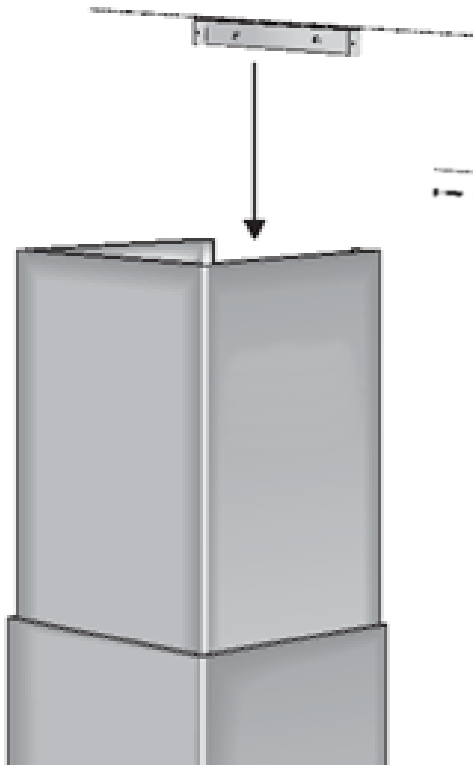

Abb. 8
- Schieben Sie den oberen Teleskopschacht in das Innere des unteren Teleskopschachts (Abb.8).